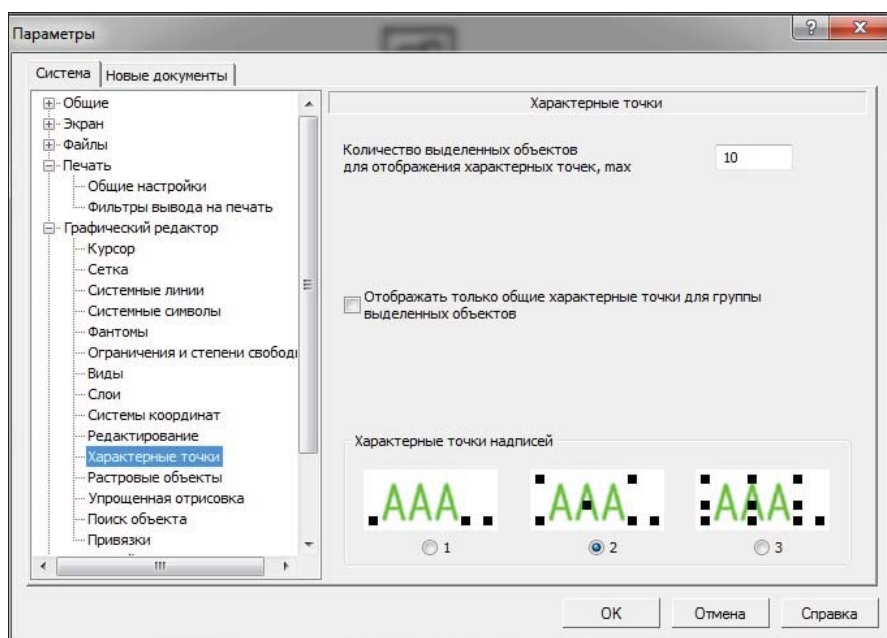

Рис. 17.10. Диалоговое окно Параметры с открытой панелью Характерные точки
- ◆ щелкните ЛК мыши по пункту **Характерные точки** — в правой части окна откроется панель **Характерные точки** (рис. 17.10). Здесь возможны такие настройки: